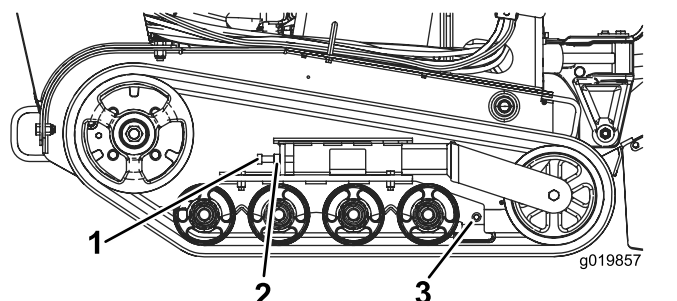

図 48
3. クローラのテンションボルトとテンションアームのクランプボルトのジャムナットをゆるめる **図 48**。
4. テンションボルトを  $32.5-40 \text{ N}\cdot\text{m}$   $3.3-4.2 \text{ kg}\cdot\text{m}$  =  $24-30 \text{ ft}\cdot\text{lb}$  にトルク締めする **図 48**。
4. テンションボルトとジャムナットをゆるめる 図 48。